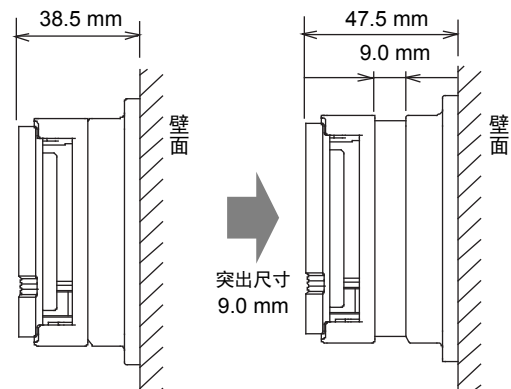

图 14. 高度变更: 本体突出的状态
5) 本体单元突出状态(图14)表示安装完成。隔热板安装の場合也请按相同的步骤安装。